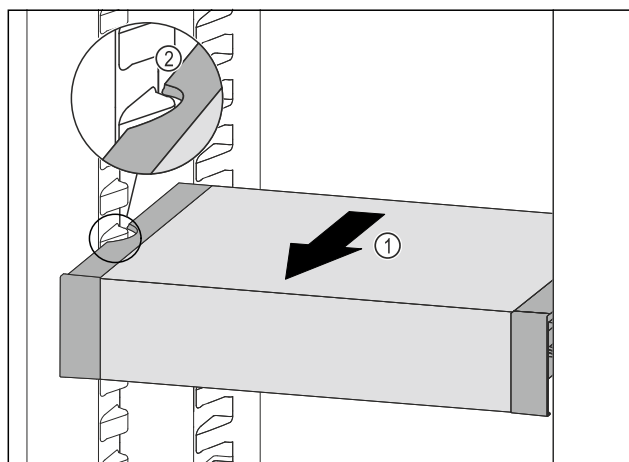

Fig. 45
- ▶ Táhněte VarioSafe dopředu Fig. 45 (1), dokud nebudou boční vybrání VarioSafe na úrovni žebrování na nádoby v chladničce. Fig. 45 (2)